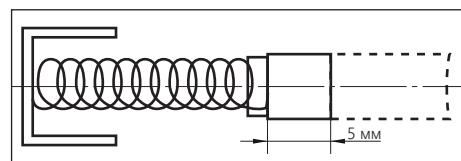

Рисунок 20.
- замените щетки, если пружина повреждена или графитовая поверхность изношена (длина менее 5 мм (рис. 20));